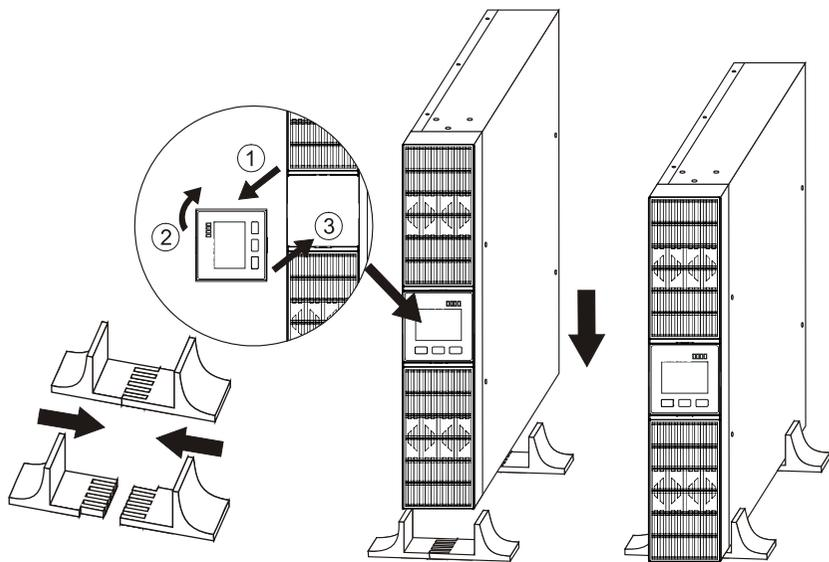

Рисунок 11 – Порядок установки ИБП в вертикальное напольное (настольное) положение
**7.1.4** Установку ИБП в вертикальное положение следует производить при помощи кронштейнов для вертикальной установки в следующей последовательности (рисунок 11):